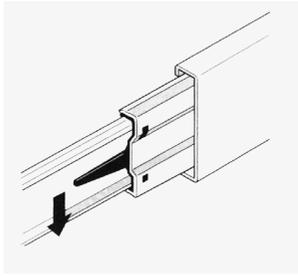
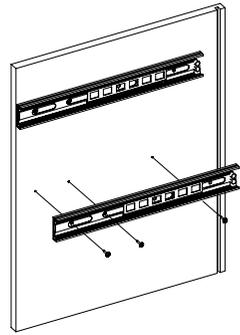

Рис.1
Рис.2
1. Подготовьте детали к сборке. Отсоедините от основания телескопических направляющих внутренние планки, отогнув пластиковый рычажок фиксатора (Рис. 1). Основания телескопических направляющих закрепите на деталях 4 и 5 шурупами 3,5x16 (Рис. 2).